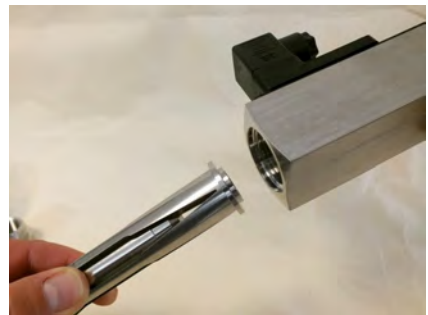

Abb. 38: Innenteile entnehmen
4. ➔ Gerätekörper vorsichtig um 180° drehen und Innenteile des Gerätes (Schlitzdüse, Schwebekörper und eingangsseitige Zentrierscheibe) entnehmen (Abb. 38)